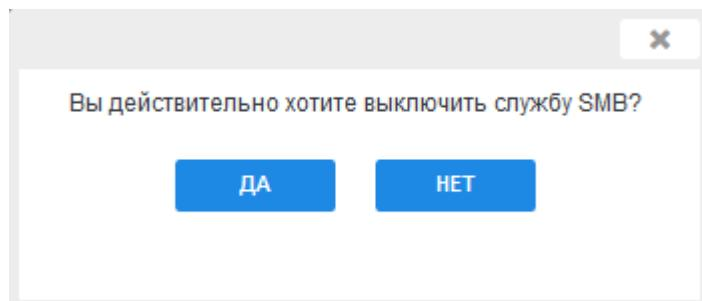

Рисунок 16 – Статус службы
- 2) В нижней части основной области будет расположена таблица с наименованием всех служб и их статусами. Для изменения статуса нажать на ссылку статуса (см. Рисунок 16).